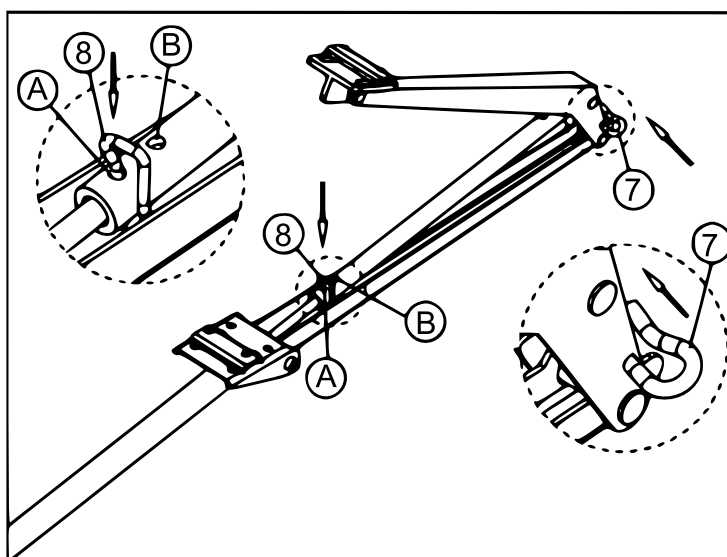

Abbildung 6
(siehe Abb. 6). (**Achtung!** Fixieren Sie den Anschlagstift (7) erst, wenn der Splint in Loch „A“ befestigt worden ist.)